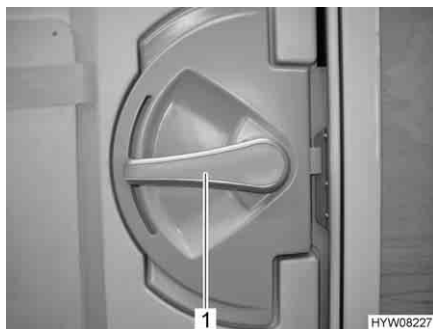

Fig. 26 Serratura della porta di ingresso, lato interno
- Apertura:* ■ Premere la maniglia della porta (Fig. 26,1) verso il basso.
- Bloccaggio:* ■ Ruotare la maniglia della porta (Fig. 26,1) per circa 45° verso l'alto e lasciarla in questa posizione.